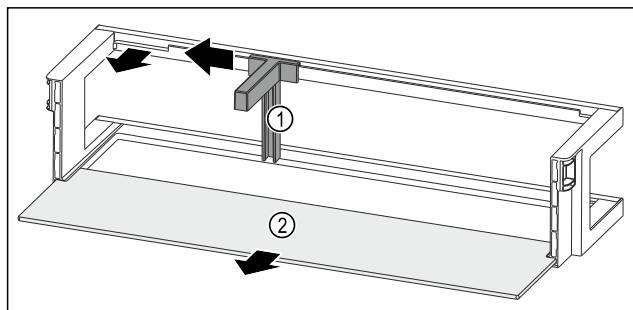

Fig. 57 Balconnet de contre-porte avec range-bouteilles et tablette de rangement
- Pousser le range-bouteilles Fig. 57 (1) sur le côté jusqu'à l'évidement.
- Retirer le range-bouteilles Fig. 57 (1).
- Retirer la tablette de rangement Fig. 57 (2).